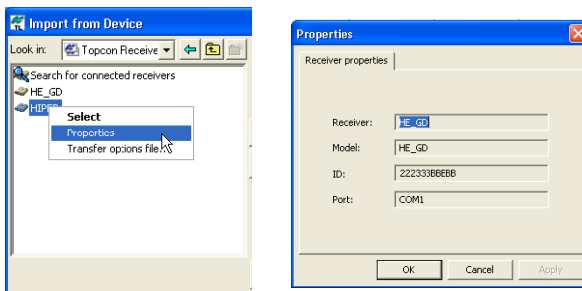

Figura 5-7. Propiedades del Receptor
5. Para ver información acerca del receptor, haga clic derecho en el receptor deseado y seleccione la opción *Properties* (Figura 5-7).